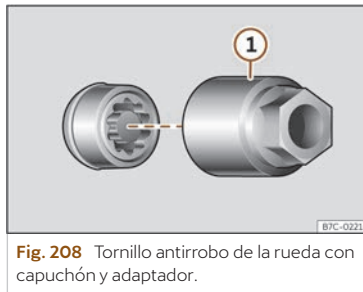

Fig. 208 Tornillo antirrobo de la rueda con capuchón y adaptador.
- Encaje el adaptador especial >>> **fig. 208 ①** (herramienta de a bordo >>> **pág. 295**) en el tornillo antirrobo de la rueda hasta el tope.